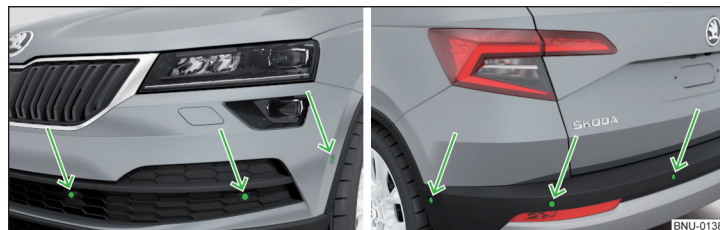

Fig. 252 Lugar de instalación de los sensores del lado izquierdo del vehículo: delantero / trasero
- Mantener los sensores del sistema » **fig. 252 de la pág. 227** limpios, libres de nieve y hielo, y no cubrirlos con ningunos objetos, de lo contrario puede estar limitado la función del sistema.
El sistema calcula la distancia entre el parachoques y un obstáculo mediante ondas ultrasónicas. Los sensores ultrasónicos se encuentran según el equipamiento del vehículo en el parachoques trasero o también en el delantero » fig. 252.